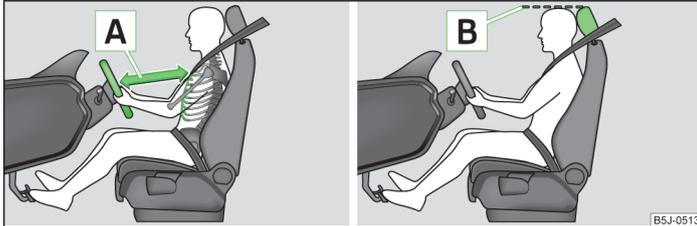

Abb. 106 Der richtige Abstand des Fahrers zum Lenkrad / richtig eingestellte Kopfstütze
- › Das Lenkrad so einstellen, dass der Abstand zwischen Lenkrad und Brust ein mindestens 25 cm beträgt  » Abb. 106.
- › Die Kopfstütze so einstellen, dass die Oberkante der Kopfstütze sich möglichst auf einer Höhe mit dem oberen Teil Ihres Kopfes befindet  » Abb. 106 auf Seite 130 » Seite 130.
- › Die Kopfstütze so einstellen, dass die Oberkante der Kopfstütze sich möglichst auf einer Höhe mit dem oberen Teil des Kopfes befindet  » Abb. 106 auf Seite 130 » Seite 130.